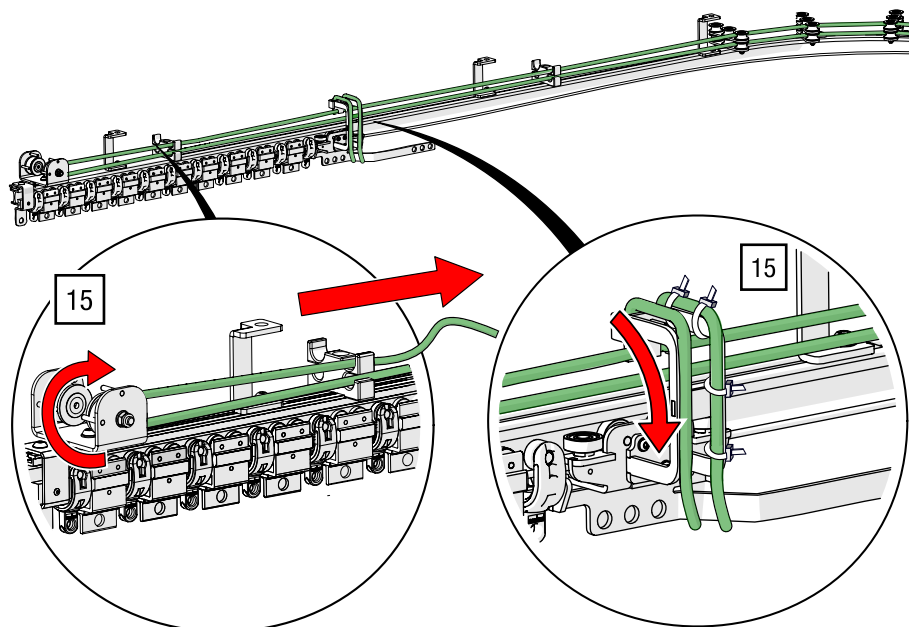

Abb. 113: Doppelt obenliegende Seilführung – Seilende durch die Umlenkrolle in den Zugwagen föhren
15. Föhren Sie das zweite Seilende durch die Umlenkrolle in den Zugwagen (siehe Abb. 113).